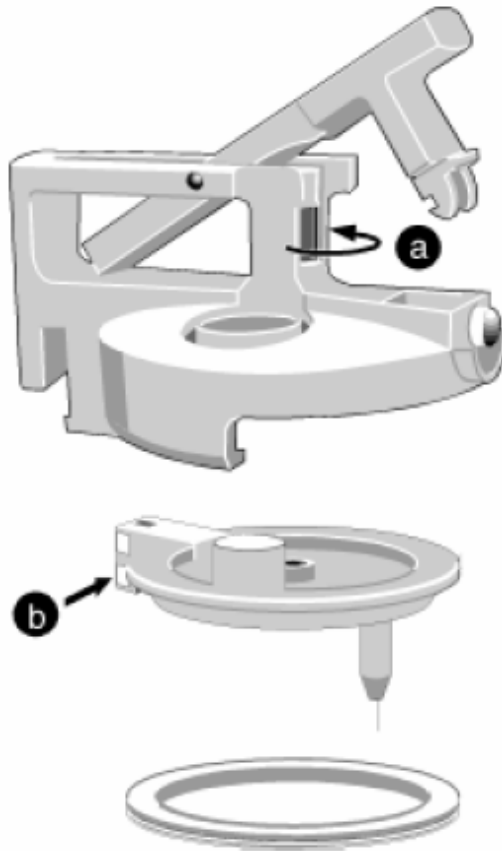

Рис.48.
- Для основательной очистки Вы можете отделить насадку крышки от запорной системы. Для этого вращайте винт с накатной головкой против часовой стрелки до появления возможности снятия насадки (рис. 48).
- Обращайте внимание на то, чтобы контакты для контроля уровня не были загрязнены (b, рис. 48)